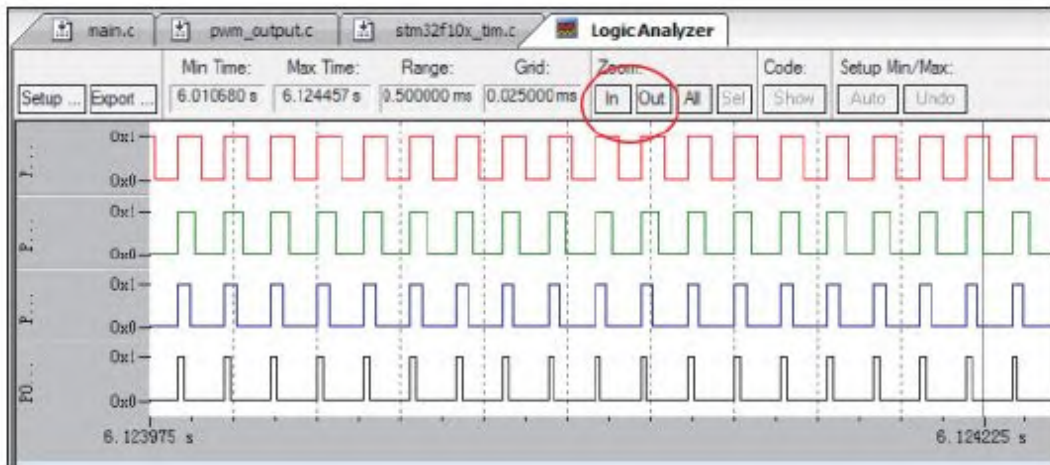

图 13-20 设置Zoon的In和Out调整时间轴
7) 其实出现上面的情况是因为我们显示PWM信号时没有放大的缘故，我们可以点击In这个按钮来将PWM信号显示得大点，如图13-20所示，一切搞定。